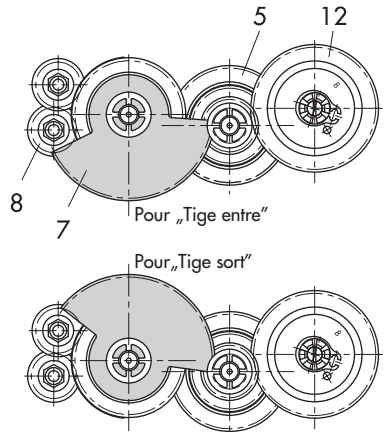

Fig. 7 · Équipement ultérieur de contacts de position, ici pour modèle 3374-11000002000, exéc. avec potentiomètre
2. Clipser le pignon transmetteur de course (2) sur la douille guide (3) (fig. 7, en haut). S'assurer que l'ergot est correctement engagé dans la rainure de la douille guide.
4. Le pignon (12) du potentiomètre de recopie, équipé d'un circlips, doit être monté sur son axe selon la course de l'organe de réglage. L'inscription